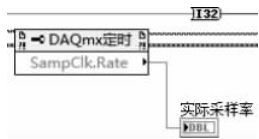

图 3-20 需要删除的控件
(1) 修改范例“RTD 或热敏电阻-连续输入”的定时设置。
① 删除图 3-20 所示控件。